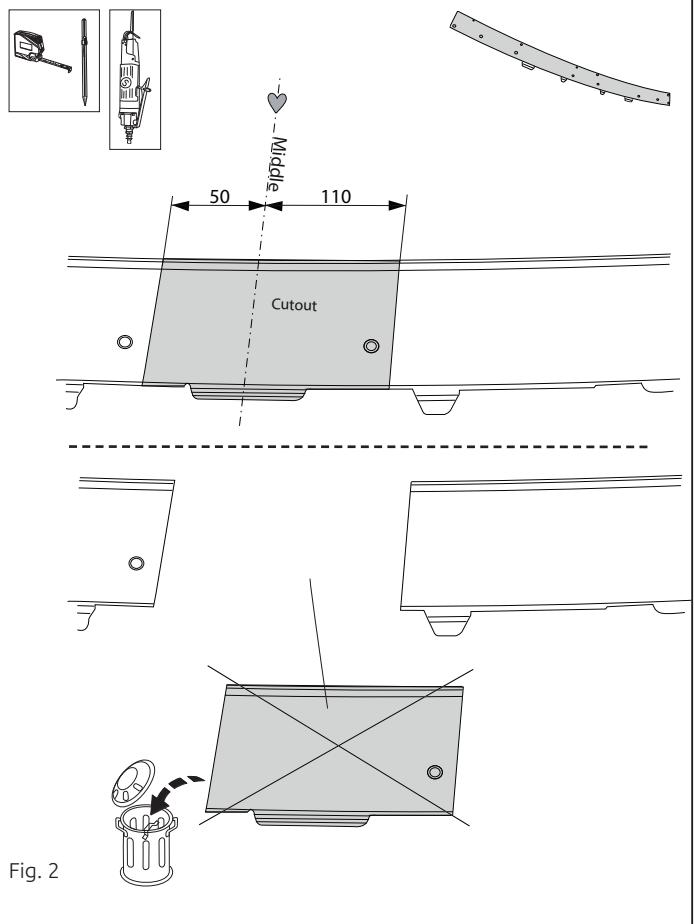

Fig. 2
4. Отпилить обозначенные части, как указано на рис. 2.